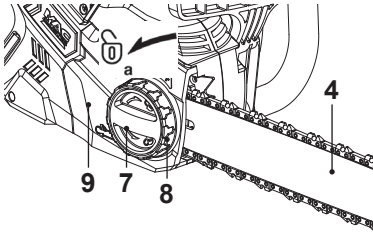

Fig. 8
2. Afloje ligeramente la rueda de bloqueo (7).
3. Gire la rueda tensora (8) hasta que las "bridas de amarre" de la cadena toquen ligeramente el borde inferior de la espada (4) (Fig. 8, 9).